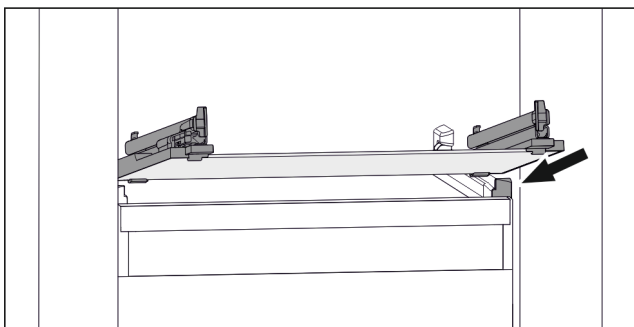

Fig. 73 Приблизне відображення скляної пластини
- ▶ Встановити скляну пластину за стопорами навкосою. (див. Fig. 73)